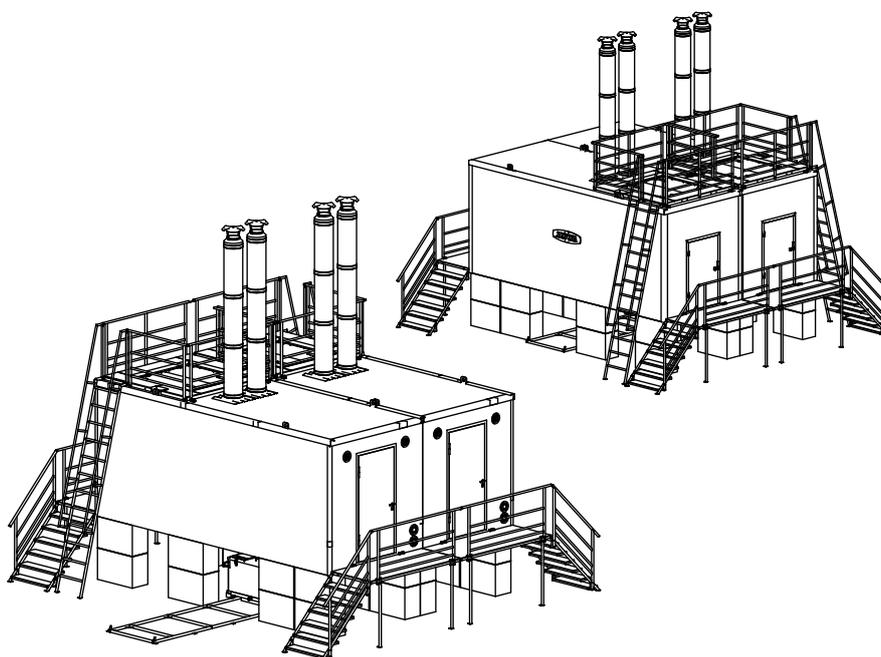

Рис.12 Конструкция блочно-модульной котельной
6.9.1 Блочно-модульные котельные (далее БМК) применяются в случаях, когда нужна высокая мощность и надежность теплоснабжения, в их состав может входить от 2 модулей с котлами (Рис.12).